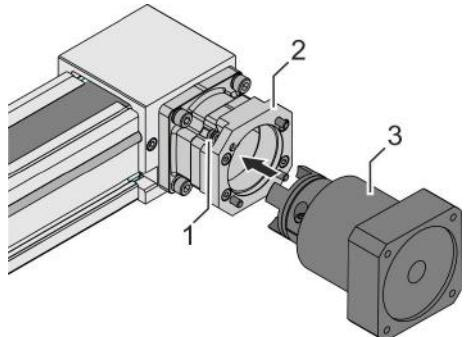

Fig. 21: Montaggio del motore
- 10.** Posizionare il motore (Fig. 21/3) sulla piastra motore (Fig. 21/2).
- 11.** Stringere in diagonale 4 viti (Fig. 21/1) in modo alternato: